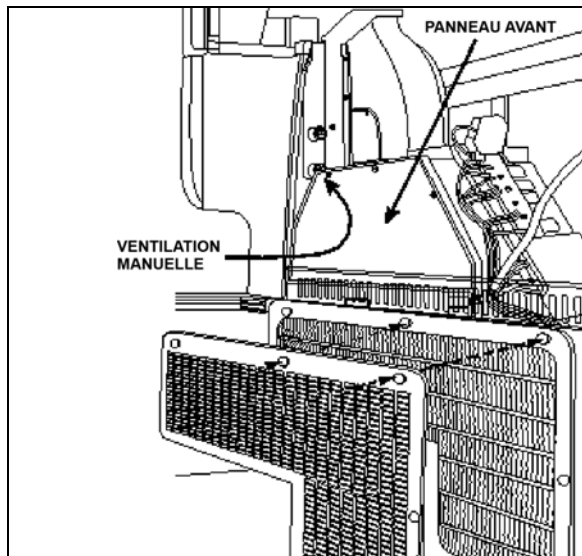
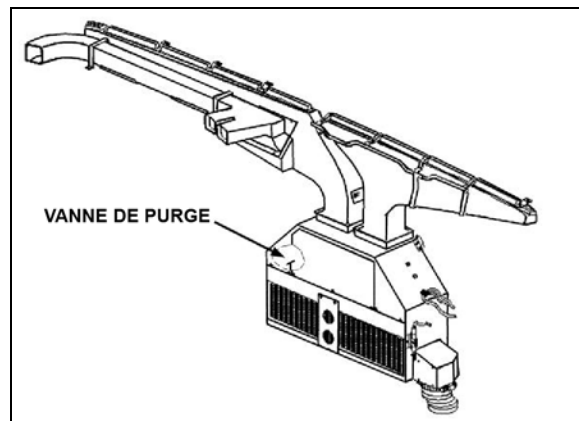
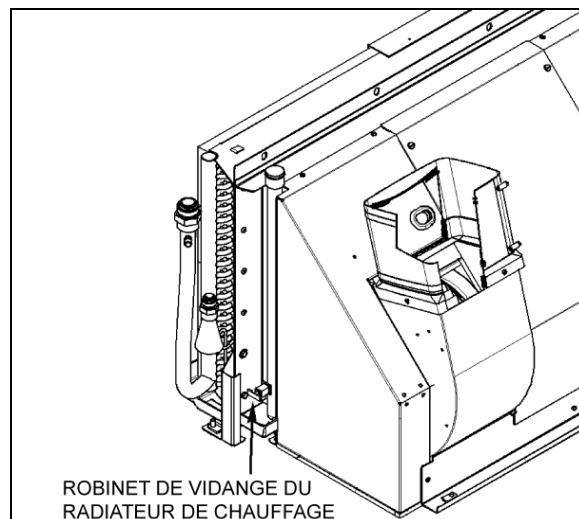

FIGURE 68 : UNITÉ DE CVC/DE DÉGIVRAGE DU CONDUCTEUR
FIGURE 69 : CIRCULATION DE L'AIR DE L'UNITÉ DE CONDUCTEUR
FIGURE 74: EMPLACEMENT DU ROBINET DE VIDANGE DU RADIATEUR DE CHAUFFAGE
L'air neuf entre par l'arrière des phares de droite (séries H3) ou par la boîte de répartition d'air sous le compartiment de service avant (séries X3) et pénètre dans la boîte de mélange par l'intermédiaire d'un clapet qui peut s'ouvrir et se fermer. Le retour d'air entre par la console de droite dans la boîte de mélange. (Figure 69) Le mélange d'air passe par les serpentins de refroidissement et de chauffage, par les ventilateurs et par les tuyaux d'évacuation.
- Depuis l'intérieur du véhicule, démonter les deux panneaux de finition à l'avant de l'unité. Enlever les trois vis qui fixent le panneau avant de l'unité. Ouvrir le robinet de vidange situé à de l'unité du conducteur. (Figure 69). Pour un drainage plus efficace, ouvrir l'évent manuel situé du côté conducteur de l'unité de CVC, s'il y en a un (Figure 68).
4. Ouvrir le robinet de vidange en bas du radiateur de chauffage (Figure 74). Il est possible de détacher un raccord de flexible en haut du radiateur de chauffage afin de laisser l'air entrer pendant la vidange. Le robinet de vidange principal du radiateur de chauffage se trouve dans le compartiment de l'évaporateur. Pour accéder à la soupape sur les véhicules de série X, ouvrir la porte du compartiment à bagages situé en face du compartiment de l'évaporateur
Il est nécessaire de purger l'air du système de chauffage lorsque le système de chauffage a été vidangé et rempli ou après un manque de liquide et un ajout. Repérer le robinet de purge illustré à la Figure 69 et à la Figure 74, l'ouvrir et le maintenir ouvert jusqu'à ce qu'il n'y ait plus d'air qui sorte des tuyaux. Pour un drainage plus efficace, ouvrir l'évent manuel situé du côté conducteur de l'unité de CVC, s'il y en a un (Figure 68).